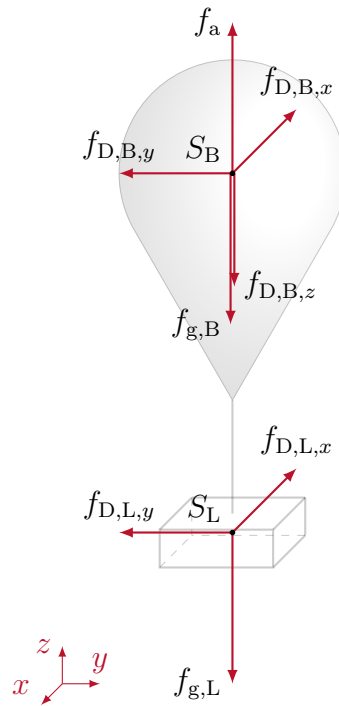

Abbildung 4: Ballon und Nutzlast mit allen wirkenden Kräften.
a) Die Kräfte sind in Abbildung 4 gegeben.